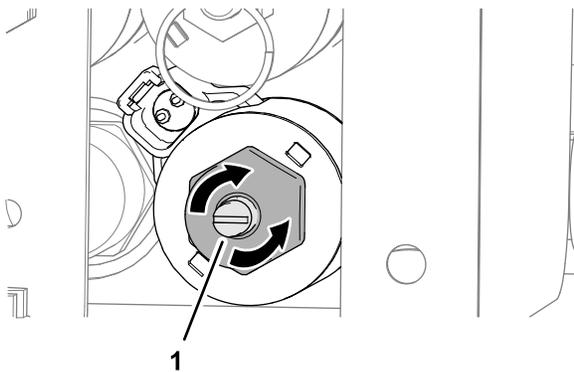

Рисунок 37
1. Поверните винт с шестигранной головкой, предназначенный для ручного управления клапаном, по часовой стрелке для увеличения скорости движения транспортера (Рисунок 37).